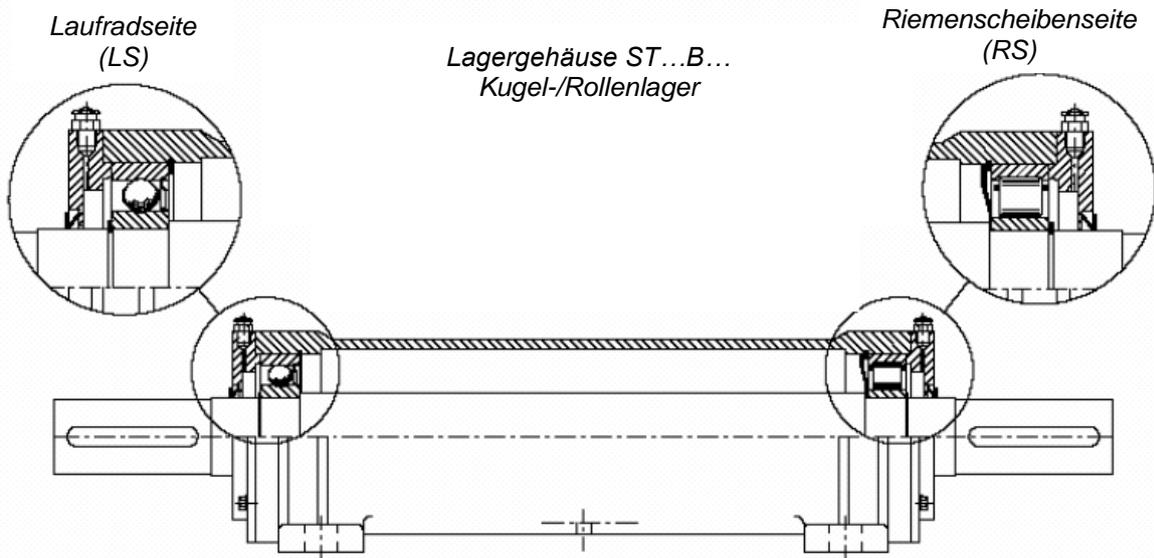

Abb. 10-11 Monoblock-Lagergehäuse ST...B... mit Radialkugellager auf der Lauftrad- und Rollenlager auf der Antriebsseite
- Lagergehäuse des Typs ST...B... mit steifem Rollenlager auf der Antriebsseite (Abb. 10-11). An der Seite, auf der sich das Rollenlager befindet, ist an der Welle CR eingestanz.